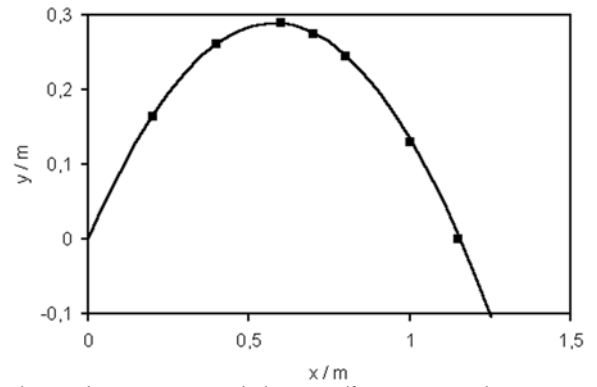

Fig. 3 : Valeurs mesurées et calcul comparatif, x = portée, y = hauteur, symboles = valeurs mesurées, ligne = équation 5
- La vitesse d'éjection avec la plus petite tension de ressort s'élève donc à env. 3,37 m/s. Cette valeur permet à présent de calculer la parabole d'éjection d'après l'équation 5 et de la comparer aux différentes valeurs mesurées. Le résultat est illustré dans la figure 3.